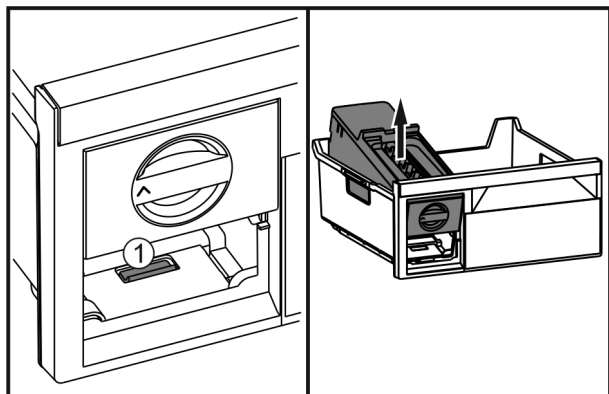

Fig. 38
- ▶ Premere la linguetta Fig. 38 (1), sollevare EasyTwist-Ice da dietro ed estrarlo dal cassetto del congelatore.